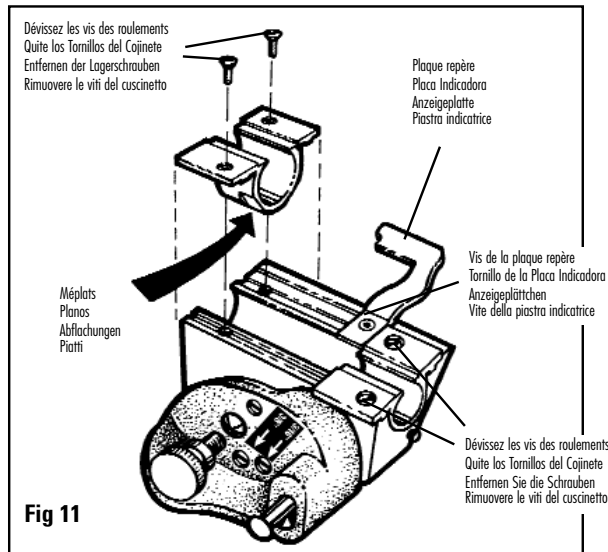

Fig 11
5. Dévissez les quatre vis de roulement et la vis de la plaque repère (Fig. 11).
1. Installez les roulements neufs. ASSUREZ-VOUS QUE LES « MÉPLATS » MOULÉS DANS LES ROULEMENTS SONT ORIENTÉS VERS LE CENTRE DE LA TÊTE DE DÉCOUPE (Fig. 11).
5. Entfernen Sie die vier Gleitlagerschrauben und die Schraube des Anzeigepfättchens mit dem Schraubenzieher. Abb. 11
1. Setzen Sie die neuen Gleitlager ein. Stellen Sie sicher, dass die Abflachungen auf dem runden Teil des Gleitlagers in Richtung Schneidkopfmitte zeigen. Abb. 11
5. Utilice un destornillador para quitar los cuatro tornillos del cojinete y el tornillo de la placa indicadora. Fig. 11
1. Reemplace los nuevos cojinetes. ASEGÚRESE QUE LOS "PLANOS" MOLDEADOS DENTRO DE LOS COJINETES DEN FRENTE HACIA EL CENTRO DE LA CABEZA DE CORTE. Fig. 11
5. Con un cacciavite, rimuovere le quattro viti dei cuscinetti e la vite della piastra indicatrice. Fig. 11
1. Sostituire i nuovi cuscinetti. ACCERTARSI CHE I "PIATTI" INSERITI NEI CUSCINETTI SIANO RIVOLTI VERSO IL CENTRO DELLA TESTA DI TAGLIO. Fig. 11